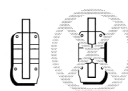

Fig. 4
- 4- IMPORTANTE: certifique-se de que as abraçadeiras não sobreponham a haste do pedal original, abraçando apenas a base da pedaleira. Se a abraçadeira estiver muito longa, fazer uma dobra em "L" antes de abraçar a pedaleira original (fig.4).